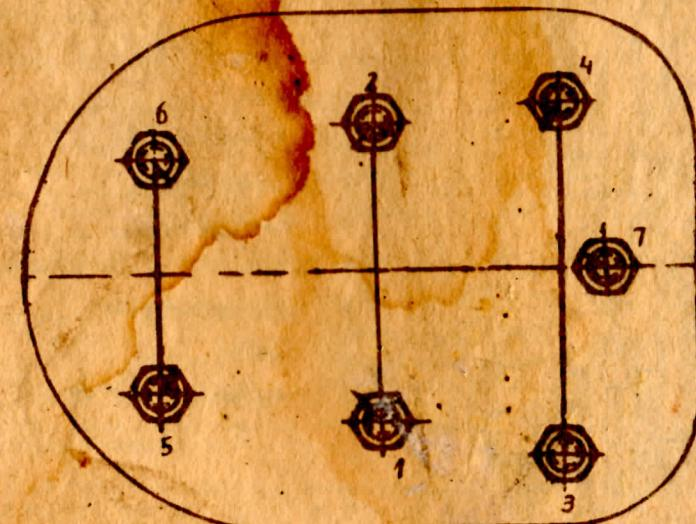

Рис. 2.
1.6.2.4. После окончания обкатки осматривать его, устранивать замеченные неисправности и производить, по мере надобности, подтяжку всех болтов и гаек. Гайки крепления головки цилиндра затягивать на холодном двигателе равномерно по схеме, изображенной на рис.2, которые необходимо обязательно производить для компенсации первоначальной усадки прокладки.